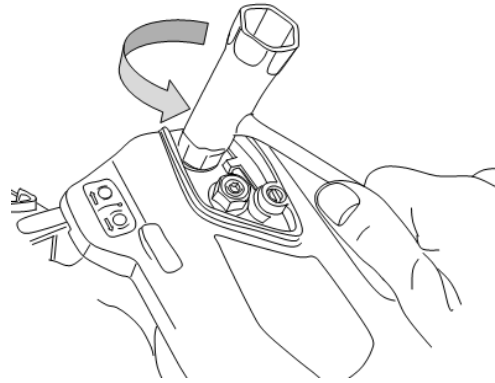

Abb. 4
- 3) Lösen Sie die Muttern (Abb. 4) und nehmen Sie die Abdeckung der Bremse ab.